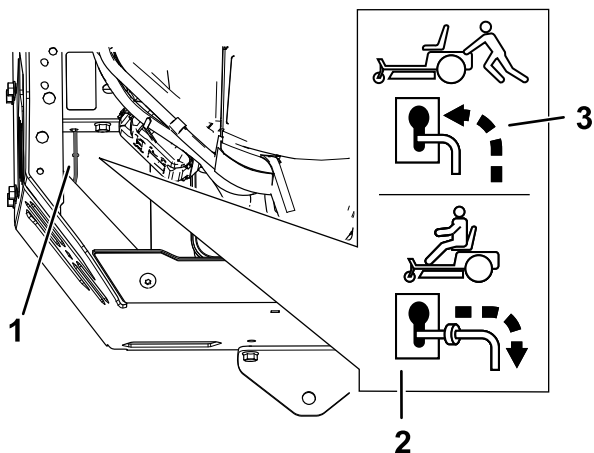

Figura 29
- Mueva las palancas de desvío hacia delante a través del orificio ranurado y hacia abajo para bloquearlas en esa posición (Figura 29).